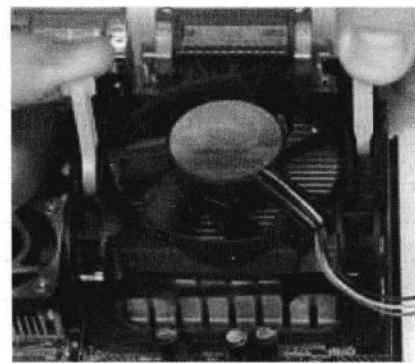

图 1-1-2 安装风扇
(1) 将散热片妥善定位在支撑机构上。
(2) 将散热风扇安装在散热片的顶部——向下压风扇直到它的四个卡子嵌入支撑机构对应的孔中。
(3) 将两个压杆压下以固定风扇，需要注意的是每个压杆都只能沿一个方向压下，如图 1-1-2 所示。